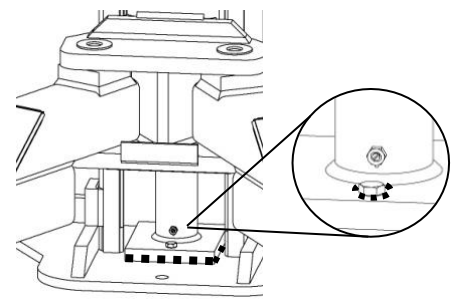

FIGURE 21 : LUBRIFICATION BASE DU CYLINDRE
2. LUBRIFIER LE POURTOUR DU JOINT ENTRE LA BASE DES CYLINDRES ET LA BASE DES COLONNES AINSI QUE LE BOULON DE LA BASE DES CYLINDRES AVEC DE L'HUILE À TRANSMISSION AUTOMATIQUE. VOIR **FIGURE 21** EN POINTILLÉ.